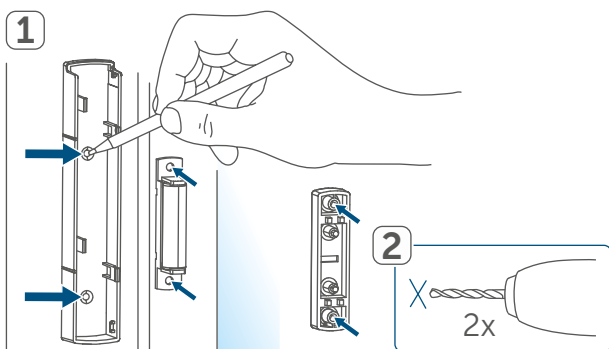

Abbildung 9
- Lösen Sie die Halterung (A) von der Elektronikeinheit (B), indem Sie diese nach unten schieben und nach hinten abnehmen (→siehe Abbildung).
- Legen Sie zwei neue 1,5 V LR03/ Micro/AAA Batterien entsprechend der Polaritätsmarkierungen in das Batteriefach (F) ein (s. Abbildung 9).